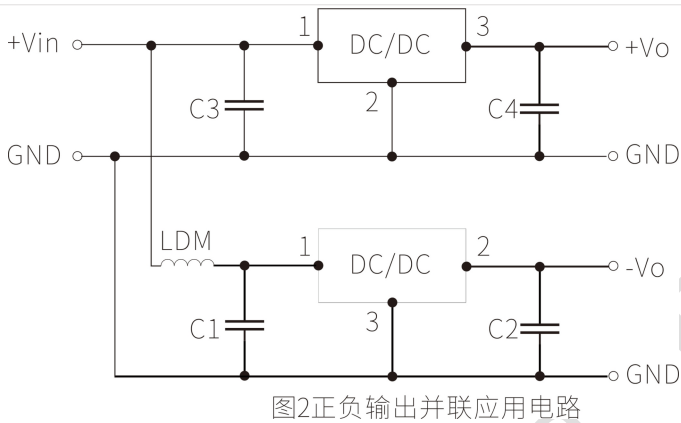

图2正负输出并联应用电路
3. 当产品用于图2所示的应用电路时，建议增加电感LDM 以减小产品相互间的干扰，LDM 推荐值为10 μ H；